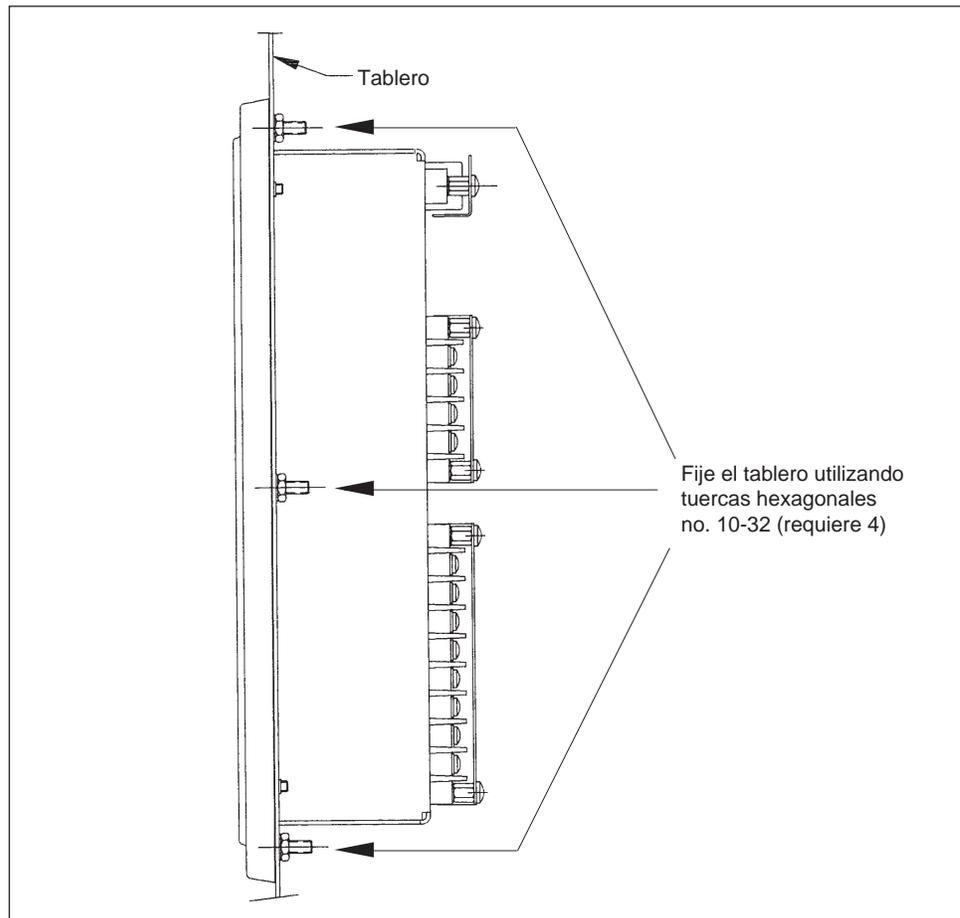

Figura 3-3: Monitor de circuitos montado en tablero eléctrico
3. Fije el monitor de circuitos al tablero con cuatro tuercas hexagonales no. 10-32 que se incluyen en el juego de tornillería del monitor de circuitos (63230-204-16). En la figura 3-3 se muestra el monitor de circuitos montado en un tablero eléctrico.